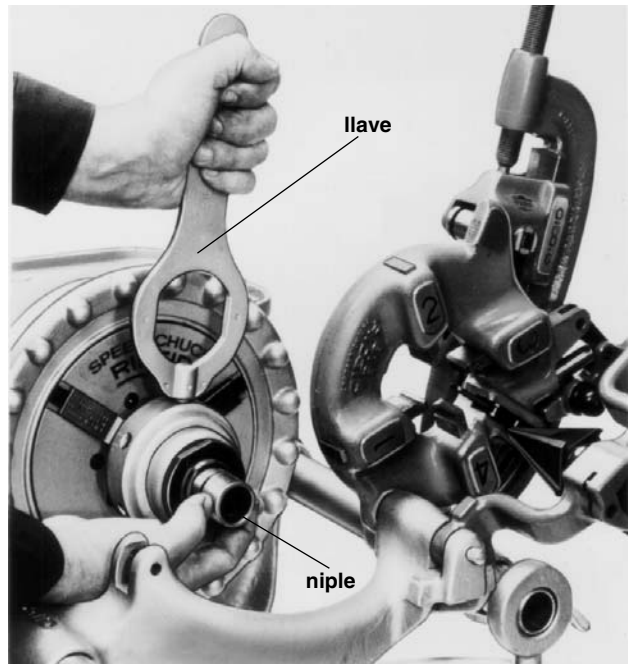

Figura 25 – Desenganche del niple del portaherramientas niplero
7. Introduzca el pasador situado en el extremo de la llave (Figura 25) en uno de los agujeros en el collar de desenganche del portaherramientas niplero y gírelo. Extraiga el niple roscado con la mano.